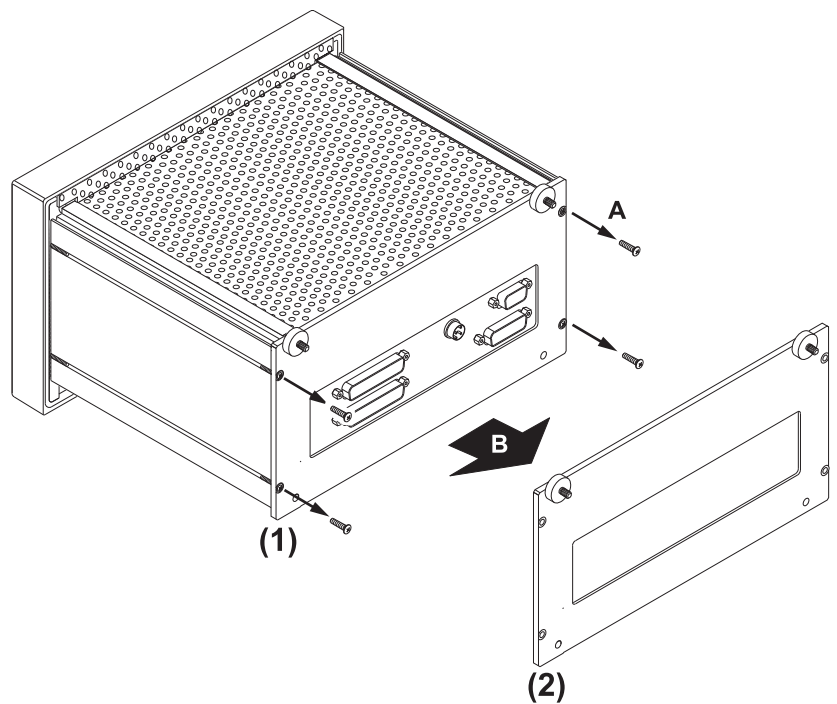

Bild D 7-14: Entfernen der Rückwand
4. Lösen Sie auf der Rückseite die vier Befestigungsschrauben (A) und nehmen Sie die Abdeckung ab (B). Belassen Sie eventuell vorhandene Adapterstangen an der Abdeckung. (Bild D 7-14)